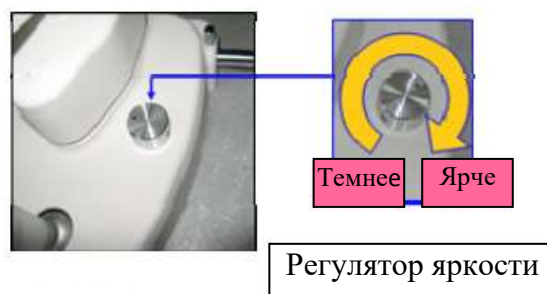

Рис. 3.1.3
16. После включения главного выключателя загорится индикатор питания (Рис. 3.1.3)
20. Поверните регулятор яркости лампы по часовой стрелки (Рис. 3.1.3), яркость должна повыситься.
Включите питание прибора и установите регулятор яркости лампы (Рис. 3.1.3) в центральное положение. С помощью винта регулировки ширины щели (Рис. 2.3.1) установите ширину щели в 2-3мм.
1. Выключите питание прибора (Рис. 3.1.3).
5. Включите питание прибора (Рис. 3.1.3) и проверьте работу лампы,
1. Выключите питание прибора (Рис. 3.1.3), выньте кабель питания из гнезда на блоке питания (Рис. 4.4.1).